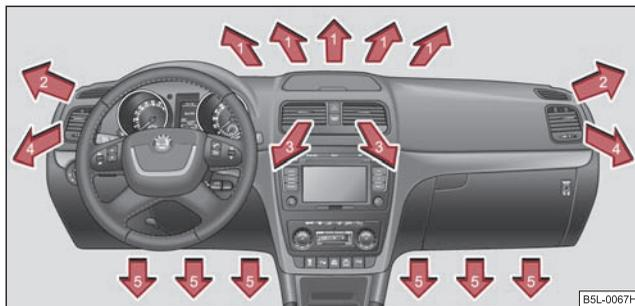
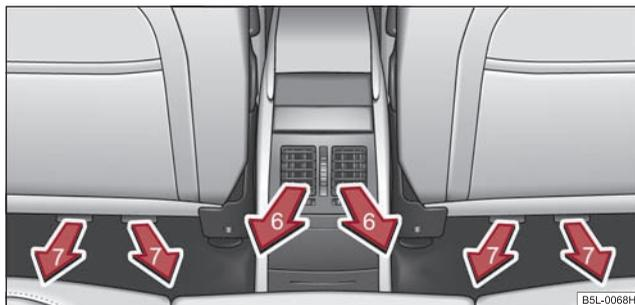

Fig. 101 Bocchette di ventilazione anteriori
Fig. 102 Bocchette di ventilazione posteriori
- Girare la rotella orizzontale (verso destra) ⇒ fig. 101.
- Girare la rotella verticale (tra i fine corsa) ⇒ fig. 102.
Le bocchette 3, 4 ⇒ fig. 101 e 6 ⇒ fig. 102 possono essere chiuse e aperte singolarmente.
- Bocchette di aerazione 4 ⇒ pag. 91, fig. 101.
- Si raccomanda di lasciare le bocchette 3 ⇒ pag. 91, fig. 101 in posizione aperta. ■